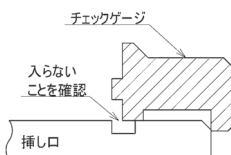

図74 挿し口端面から溝までの距離の確認
- ② チェックゲージが溝と挿し口端面の間に入らないことを確認する(図74)。チェックゲージが入る場合、挿し口端面から溝までの距離が短いので、原因を確認し、新たに挿し口加工をやり直す。なお、呼び径75～250と呼び径300～450ではX寸法(図72参照)が異なるため、使用するチェックゲージが異なる。